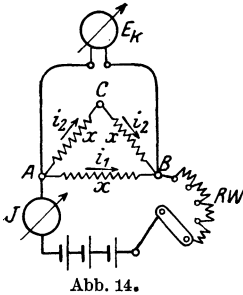

Abb. 14.
79. Drei gleiche Widerstände sind so miteinander verbunden, daß sie ein Dreieck ABC bilden (Abb. 14). Man mißt den zu den beiden Endpunkten A und B eingeleiteten Strom $J = 5$ [4] (3) A und die an den Klemmen A und B herrschende Spannung $E_k = 10$ [12] (6) V.